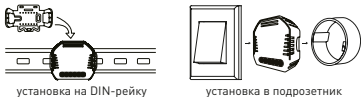

Рисунок 3. Способы установки реле
7.1 Диммер устанавливается непосредственно в подрозетник за выключателем или на DIN-рейку (см. рисунок 3). На DIN-рейку устройство устанавливается с помощью монтажного зажима.